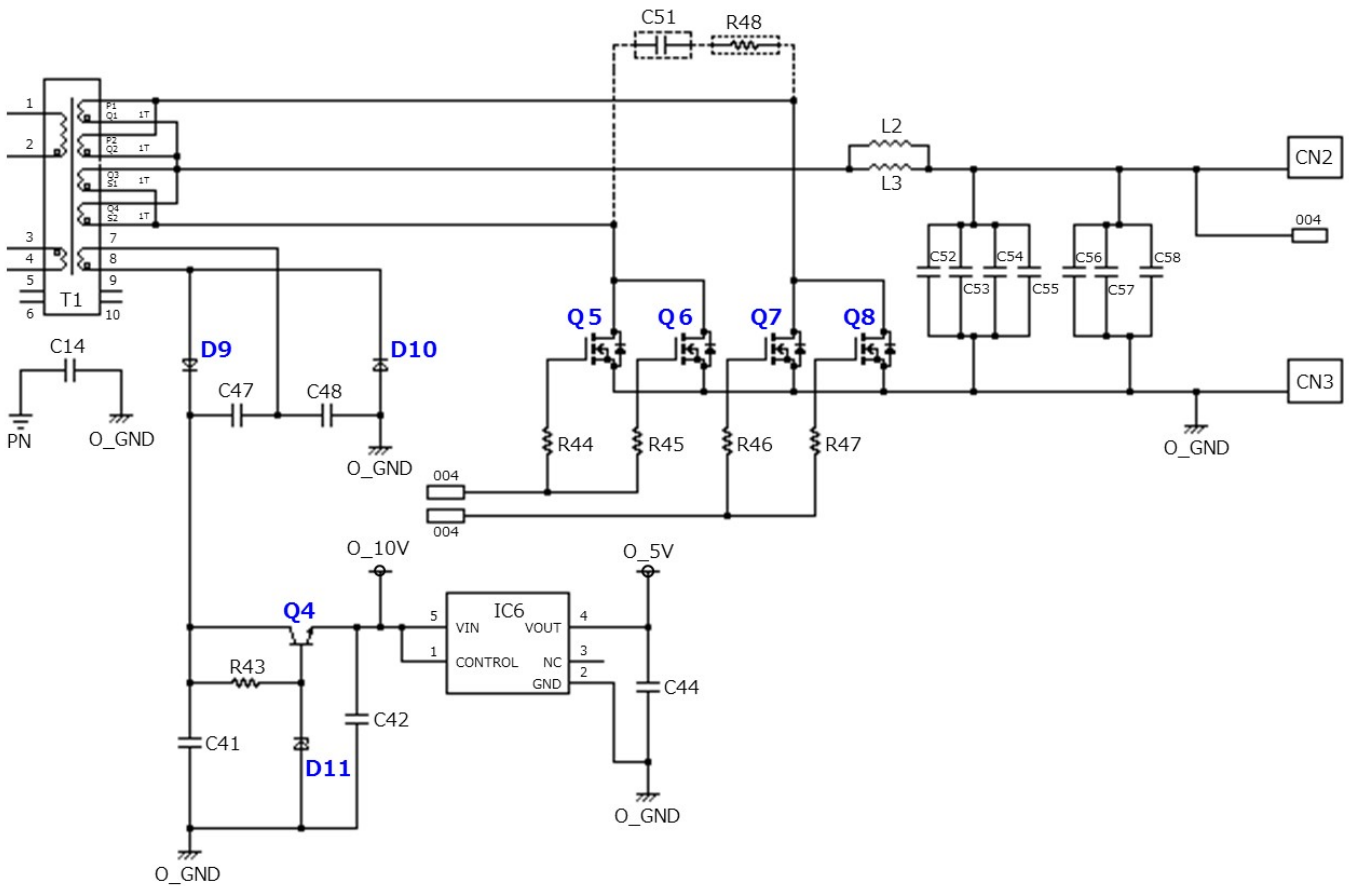

図 2.6 ハーフブリッジ回路 3 (出力側同期整流 MOSFET 周辺)
- C : 出力側同期整流 MOSFET 周辺 (図 2.6)